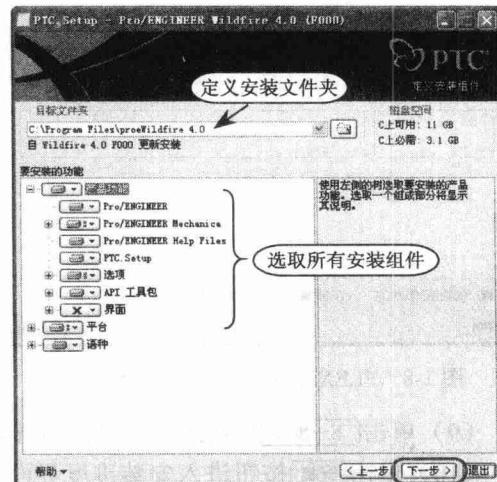

图 1-5 定义安装组件界面
(4) 接着安装 Pro/ENGINEER 文件，选择【Pro/ENGINEER】选项，弹出定义安装组件界面，如图 1-5 所示。